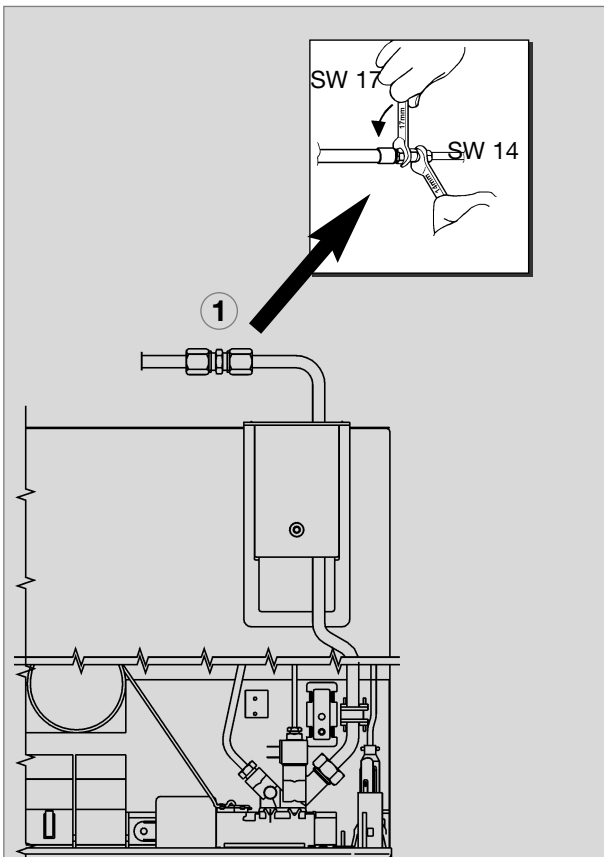

Fig. 37
- La conexión de gas con el aparato se efectúa mediante un atornillado de anillo cortante ("Ermeto") K8, DIN 2353-ST según EN 1949 (fig. 37,38).